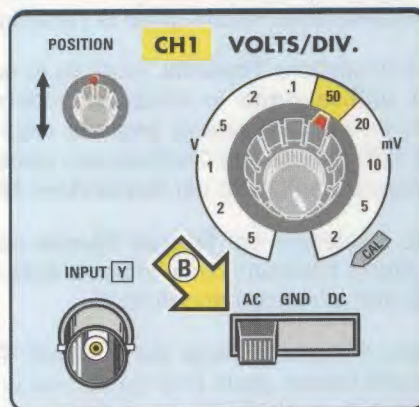

Fig.2 Ruotate il selettore dei Volts/div. sulla portata 50 millivolt e poi spostate la leva indicata dalla freccia gialla B su AC.
- ruotare il selettore **Volts/div.** del canale **CH1** sulla portata **50 millivolt/div.** (vedi fig.2) e porre la levetta del selettore **AC-GND-DC** del canale **CH1** sulla posizione **AC** (vedi freccia **B**);
Abbiamo scelto per la manopola **Volts/div.** del canale **CH1** (vedi fig.2) una **sensibilità** di **50 millivolt** perchè, anche se si dispone del più economico **Generatore RF**, dalla sua uscita si preleverà sempre un segnale di circa **400-500 millivolt**.